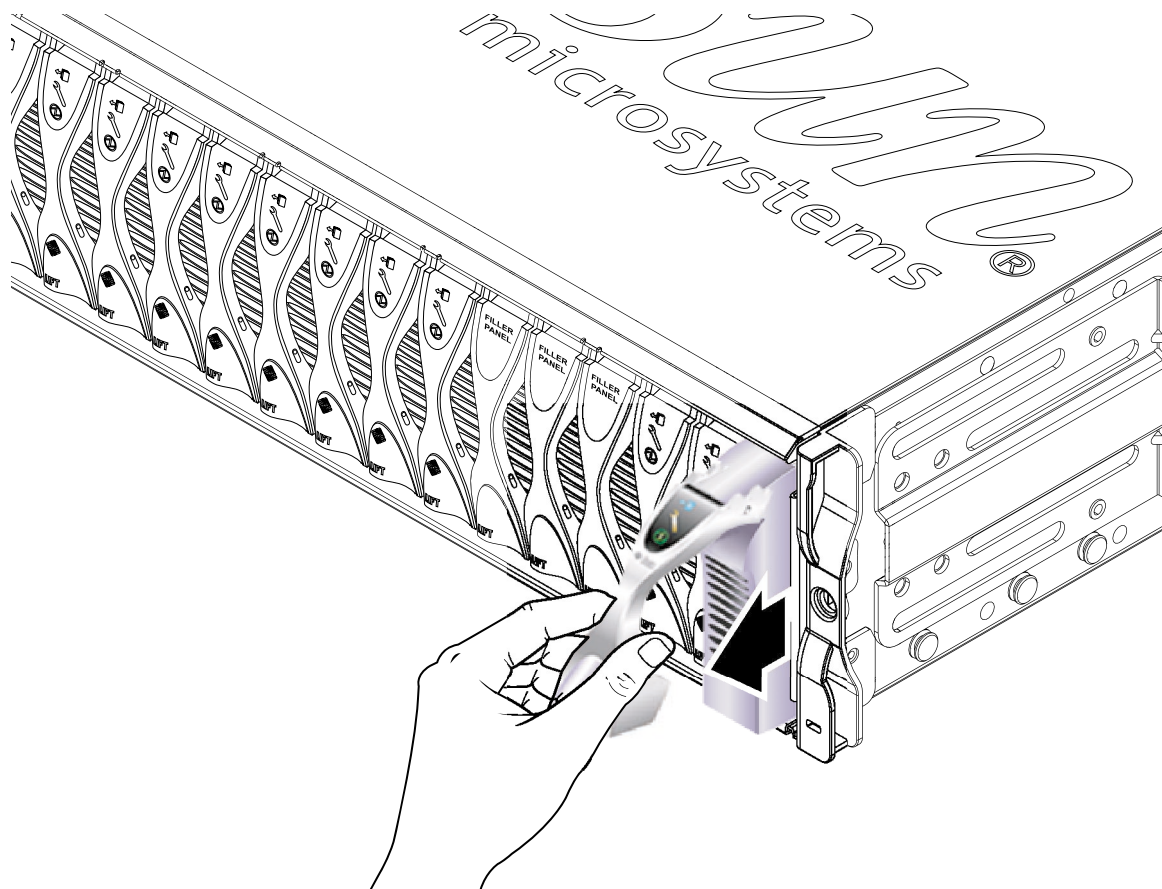

図 12-2 ブレードまたはフィラーパネルのレバーの解除
3. ブレードレバーを正面側に持ち上げると、レバーが外れて、システムシャーシからブレードが少し排出されます (図 12-2)。